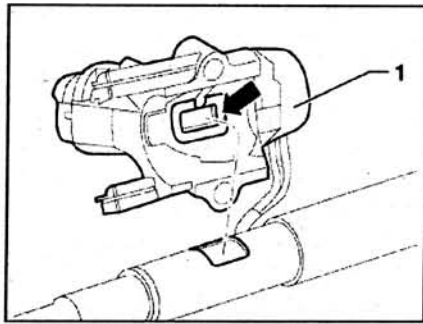

Рис. 6.12. Установите замок 1 блокировки рулевой колонки выступом (стрелка) в паз на рулевой колонке.
4. Установите замок 1 блокировки рулевой колонки выступом (стрелка) в паз на рулевой колонке (рис. 6.12).